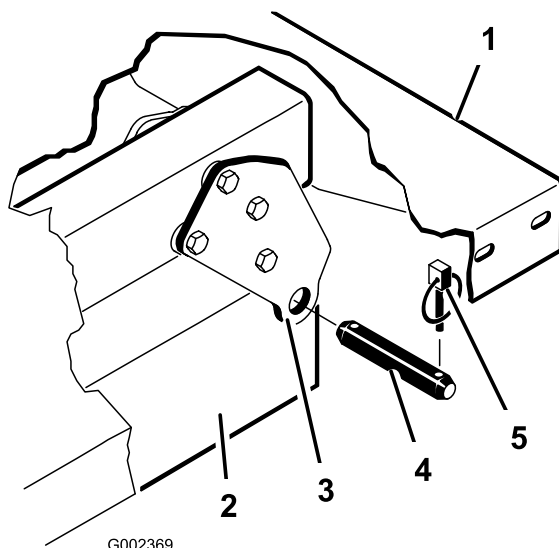

図 34
**注** 後部のピボットプレートは下端を後部に向けて荷台フレームチャンネル鋼材にボルトで固定されています 図 34。